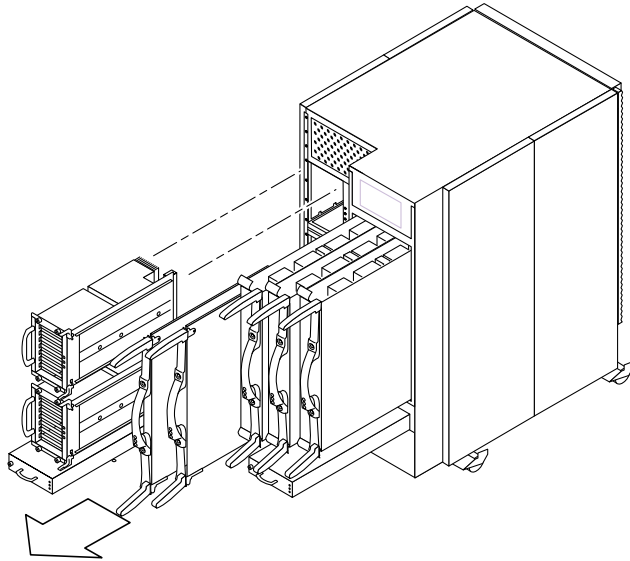

図 12-19 下部のファントレーおよび CPU/メモリーボード、I/O アセンブリの取り外し — Sun Fire 4800 システム
5. システム背面で、下部の 2 つのファントレーおよびすべてのボードを取り外します (図 12-19)。
10. システムの背面で、2 つの下部ファントレーアセンブリおよびボードを取り付けます (図 12-19)。